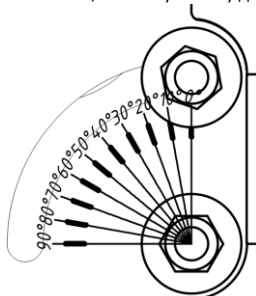

Рисунок 7 — Шкала для регулировки.
- 5.4.6. Отрегулируйте нужный угол наклона светильника, используя шкалу для регулировки на деталях крепления (рисунок 7).
5.6.4. Закрепите светильник при помощи болтов/винтов на поверхности. С помощью поворотного кронштейна (скобы) выставите нужный угол поворота светильника (см. рисунок 7). Затяните болты.